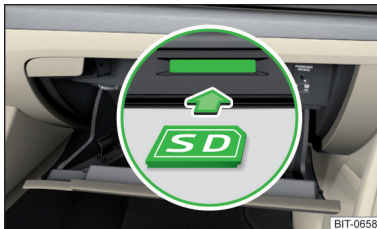

Abb. 201
- Die SD-Karte in den Schacht in Pfeilrichtung, mit der abgeschnittenen Ecke nach rechts gerichtet **einschieben**, bis diese „verrastet“ » Abb. 201 bzw. » Abb. 202.